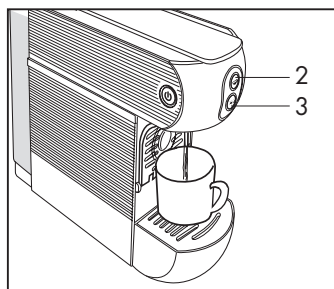

Fig. 6
- Quando il tasto di erogazione (2-3), sono illuminati in modo fisso la macchina è pronta per l'utilizzo. Premere il tasto di erogazione (2), la macchina eroga acqua **(Fig. 6)**; premere nuovamente il tasto di erogazione (2), quando si è raggiunta la quantità d'acqua desiderata. L'operazione di risciacquo è conclusa quando almeno tre tazze d'acqua sono state erogate.